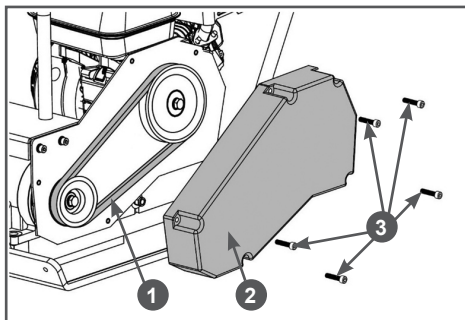

Рис. 31 Проверка состояния ремня
1. Открутите болты 3 крепления и снимите кожух 2 защитный ремня, чтобы получить доступ к ремню (Рис. 31).
2. Проверьте состояние ремня 1 (Рис. 31). Если ремень протерт, надорван или заметны иные повреждения, он должен быть немедленно заменен.
1. Открутите болты 3 крепления и снимите защитный кожух 2 ремня (Рис. 31).